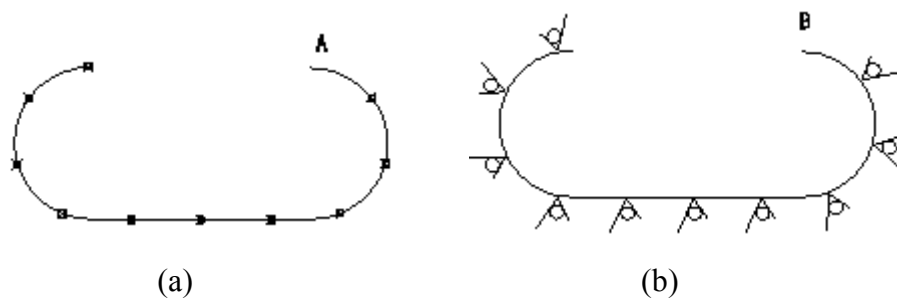

图 3-14 用 Measure 命令绘制等距离点
用 Measure 命令在图 3-14 所示线条上绘制等距离点，每段距离为 40（图
3-14(a))；再以每段距离为 40，在此线条上的等距离点处插入粗糙度图块（图 3-14(b)）。其具体操作如下：
选取量测对象: 在点 A 处取线条, 见图 3-14(a) 象	选择量测对象
选取量测对象:在点 B 处点取线条, 见图 3-14(b)	量测对象
2) Measure 命令将测量点的起始位置放在离拾取对象最近的端点处，从此端点开始，以指定的距离在各个分点处插入点标记或图块（图 3.14(a)、(b)）。